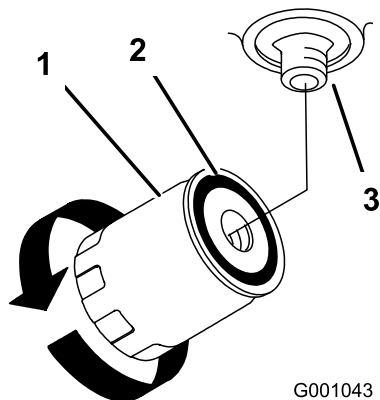

Figura 53
4. Localize o filtro debaixo da base do motor e coloque o recipiente de drenagem debaixo do filtro (**Figura 53**).
5. Retire o filtro antigo e limpe a superfície da junta do adaptador do filtro (**Figura 53**).
9. Quando o filtro hidráulico estiver cheio, rode o filtro do óleo no sentido dos ponteiros do relógio até a junta de borracha tocar no adaptador do filtro; depois, aperte o filtro mais 1/2 volta (**Figura 53**).